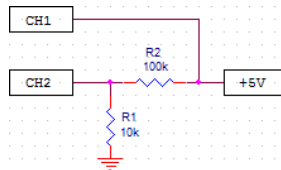

Abbildung 57: Spannungsteiler
- 3) Sie sollten ähnliche Spannungen wie in Abbildung 57 messen.